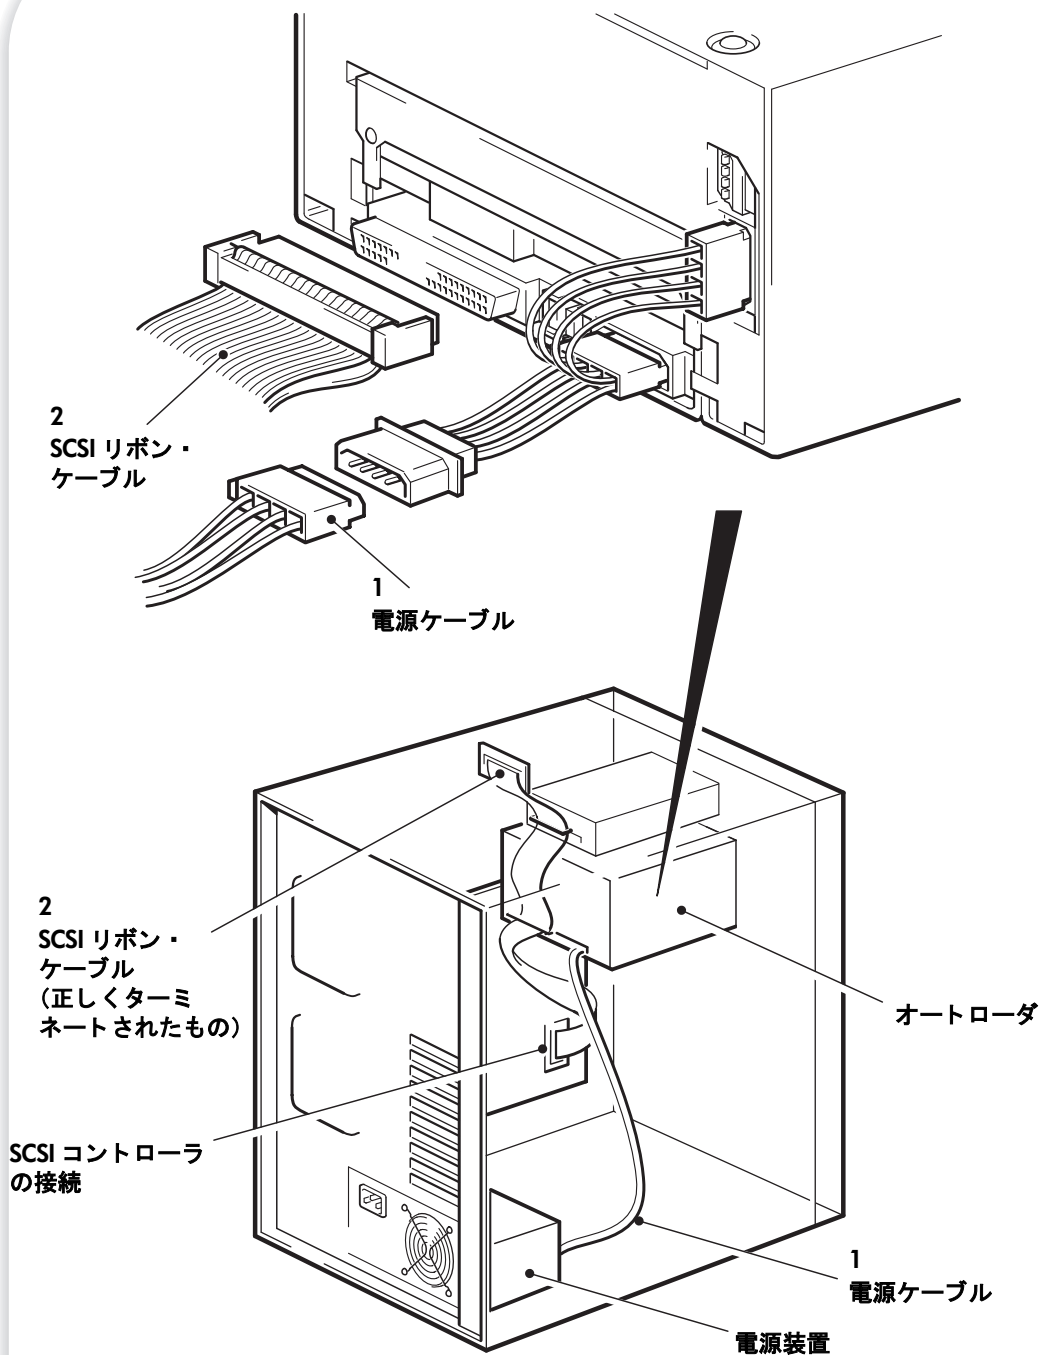

図 9: 電源ケーブルと SCSI ケーブルの接続
- 1 図 9 の項目 1 に示すように、サーバ内部の電源装置から Y ケーブルのオス・コネクタに予備の電源ケーブルを取り付けます。
- 2 図 9 の項目 2 に示すように、サーバまたは HBA の SCSI リボン・ケーブルの予備コネクタをドライブの SCSI コネクタに取り付けます。
したがって、HBA がバスの最初のデバイスである場合、図 9 の項目 2 に示されているように、2 番目のターミネータが最後のデバイスの後に接続されている必要があります。